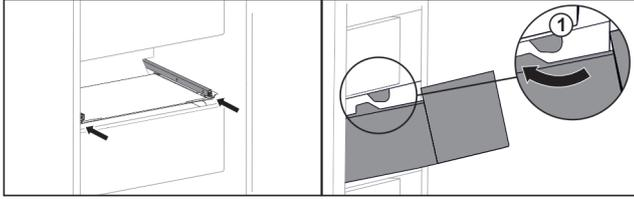

Fig. 127
- ▶ Guider le tiroir en contournant les butées Fig. 127 (1).